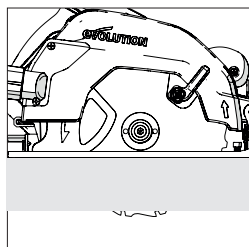

Fig. 12
- La mayoría de las veces, la profundidad de corte deberá configurarse al grosor del material que se va a cortar más la profundidad de medio diente de sierra (punta del diente a la raíz del diente). **(Fig.12)**